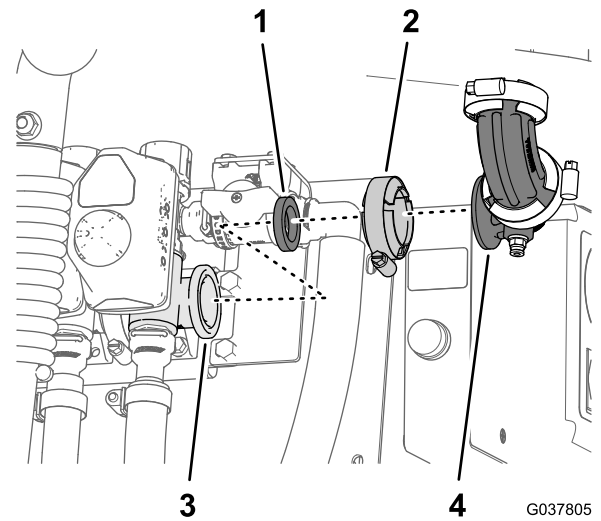

Figure 89
1. Déposez le collier bride, le coude à 90° et le joint de la bride de la vanne de section de rampe droite (Figure 89).